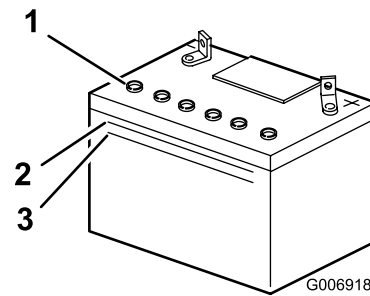

Figura 34
2. Mire hacia el lateral de la batería. El electrolito debe llegar a la línea superior (Figura 34).
**Nota:** no permita que el electrolito esté por debajo de la línea inferior (Figura 34).
2. Retire los tapones de llenado (Figura 34).
3. Vierta lentamente agua destilada en cada célula de la batería hasta que el nivel llegue a la parte inferior del tubo (Figura 34).